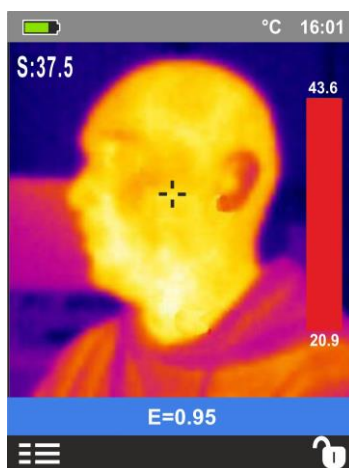

Fig. 37 : Affichage des conditions d'alarme en le mode de Criblage
9. Cadrez le sujet à tester à une distance recommandée de 1m. Lorsque la température du sujet est supérieure à la valeur de seuil d'alarme définie la barre associée à la palette devient rouge et clignote à l'écran (voir Fig. 37) et une alarme sonore est activée (THT45, THT46)